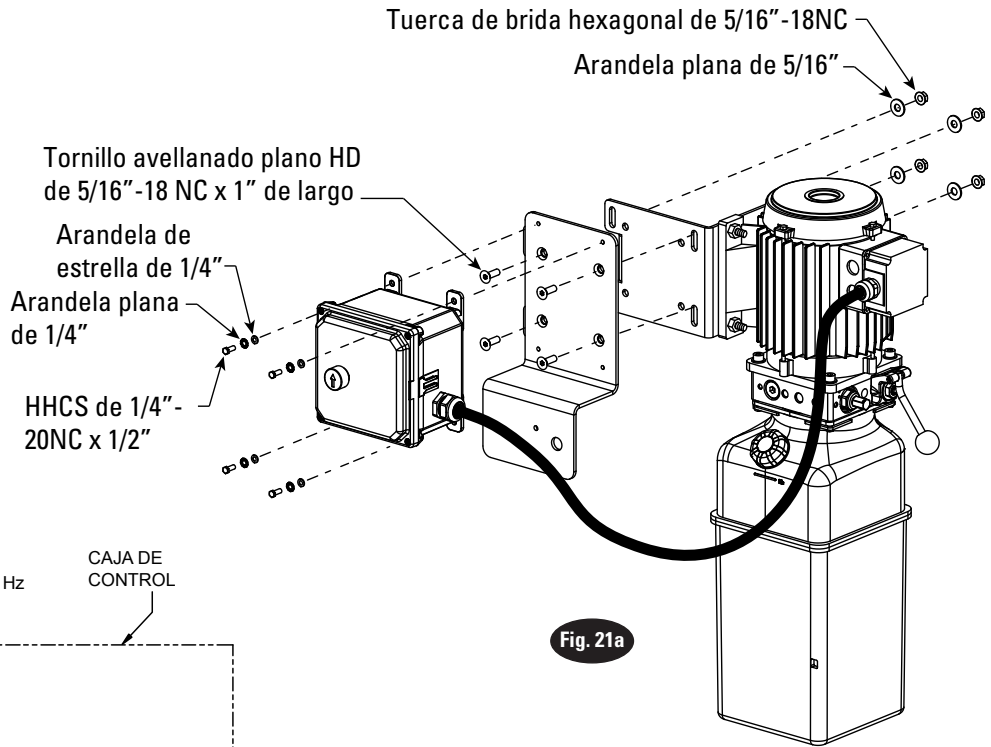

Fig. 21a
A. Coloque el soporte de montaje al soporte de la unidad de potencia usando (4) tornillos avellanados planos HD de 5/16"-18 NC x 1" de largo, (4) arandelas planas de 5/16" y (4) tuercas de brida hexagonal de 5/16"-18 NC, Fig. 21a.
- B. Conecte la caja de control al soporte usando (4) HHCS de 1/4"-20NC x 1/2", (4) arandelas planas de 1/4", (4) arandelas de estrella de 1/4". Fig. 21a.